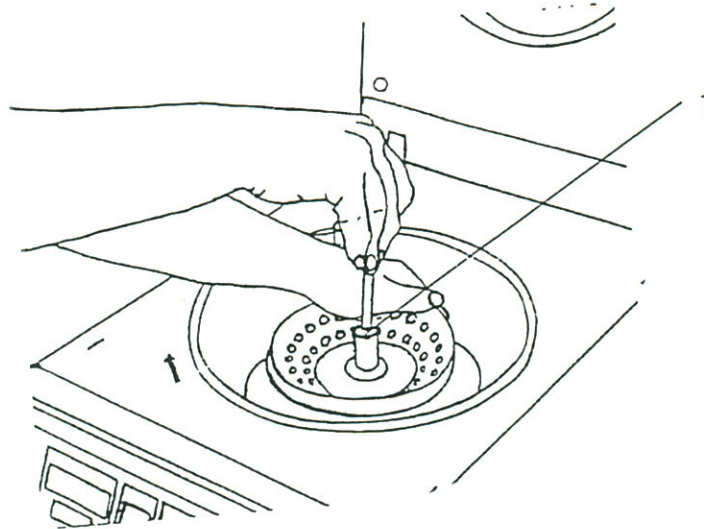

Fig. 2
Hold rotoren fast med den ene hånd, og skru rotoren fast med møtrikken (1) (fig 2). Møtrikken drejes modurs.